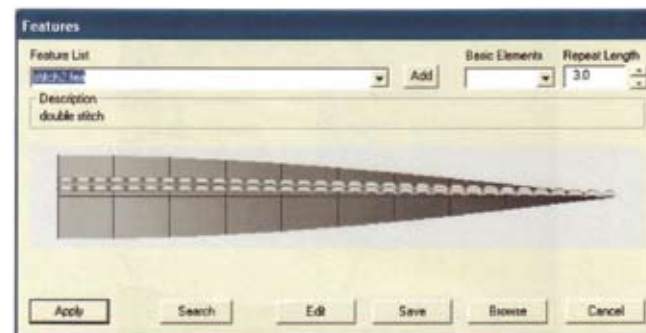

Рис. 55
- Выберите шов **Stitch2.fea** из списка швов, как показано на рис. 55.